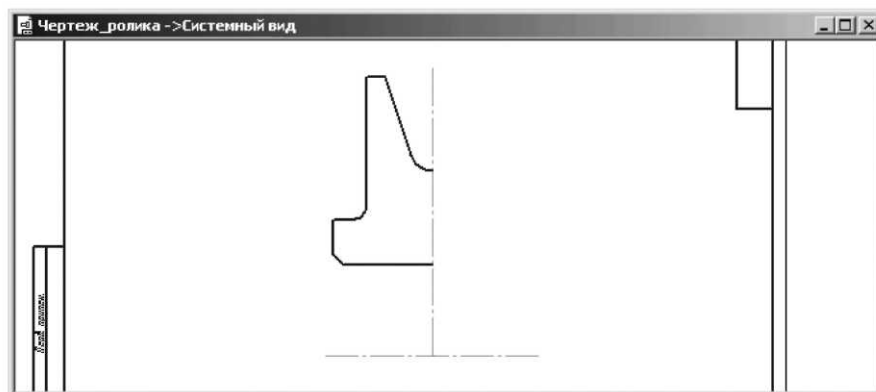

Рисунок 3.19. Результаты побудови фаски в отворі й скруглення на бобишке
– клацніть на **Специальной панели управления** по кнопці  **Прервать команду** (рис. 3.19).